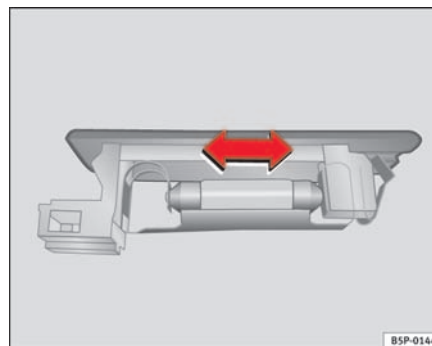

Abb. 169 Gepäckraumbeleuchtung
- Die Lampe zur Seite drücken und aus ihrer Halterung herausnehmen ⇒ Seite 238, Abb. 169. ■